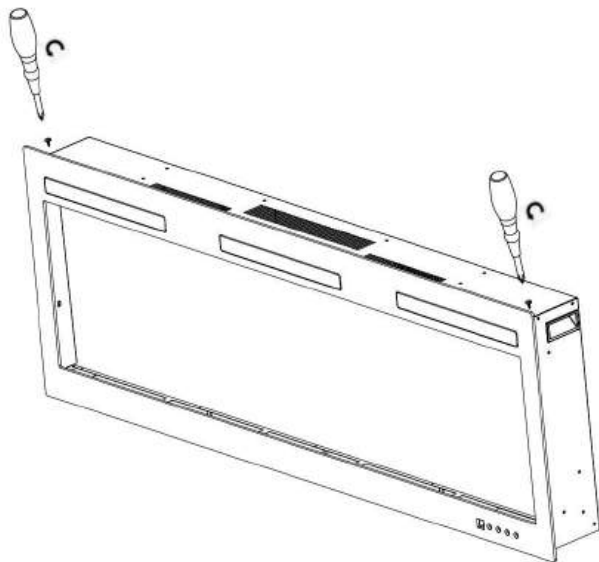

Fig. 1-1
A. Odkręć śruby po obu stronach (**Rys. 1-1**).